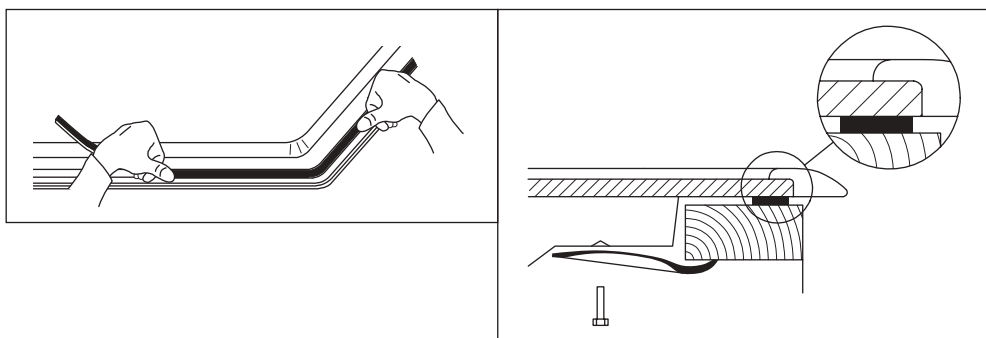

Рис. 3. Установка уплотнителя и фиксаторов
7. Фиксаторы, входящие в комплект варочной поверхности, предназначены для ее крепления к столешницам толщиной от 20 до 40 мм. Схема крепления варочной поверхности показана на Рис. 3. Для надежного крепления варочной поверхности используйте все фиксаторы.
8. Перед установкой варочной поверхности обязательно воспользуйтесь уплотнительной лентой, для качественного соединения с поверхностью столешницы (Рис. 3)